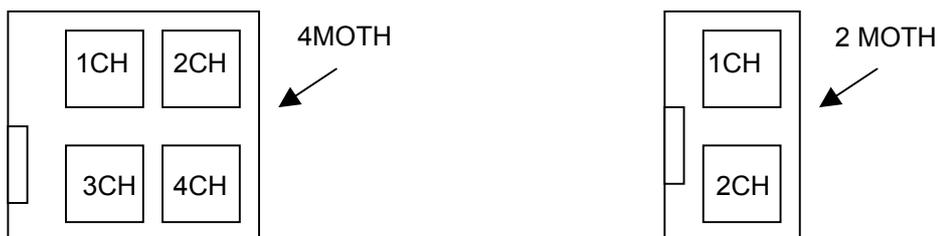
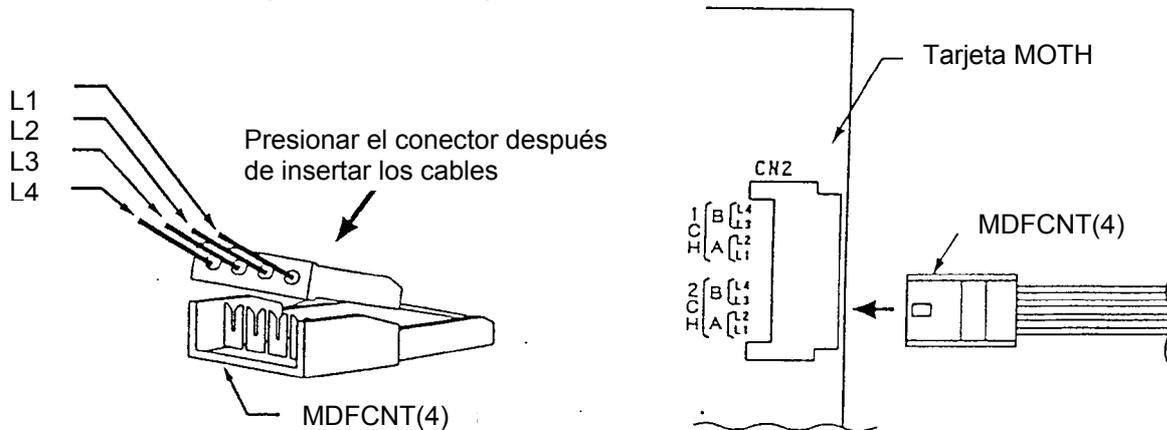

Figura 17.19.2
Figura 17.19.3
1. Insertar en el módulo (X)MOTH. La figura 17.19.2 indica las posibles posiciones de montaje.
2. Insertar el módulo (X)MOTH de acuerdo con las instrucciones del punto 17.14.1
3. Conectar los hilos en el conector MDFCNT(4), según la figura 17.19.3. La tabla 17.19.3 muestra la correspondencia señal-posición.